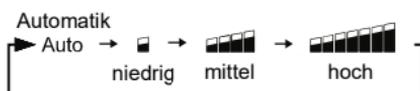

Abb. 3.8
- 2) 3 Lüfterstufen: Die Lüfterstufen werden in einem Zyklus gemäß Abb. 3.8 gewechselt.